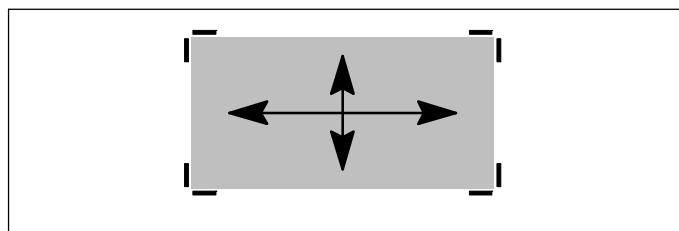

Abb. 6.5 *Einstellen der maximal zulässigen seitlichen Verschiebungen*
*Stellen Sie vor dem ersten Belasten (Befahren) der Brücke die Anschläge so ein (Abb. 6.5), dass die zulässigen Schiefstellungen bzw. seitlichen Verschiebungen der Wägezellen nicht überschritten werden (siehe Abmessungen in Kapitel 11, Seite 36)! Andernfalls können Wägezellen oder Lasteinleitungen beschädigt werden.*